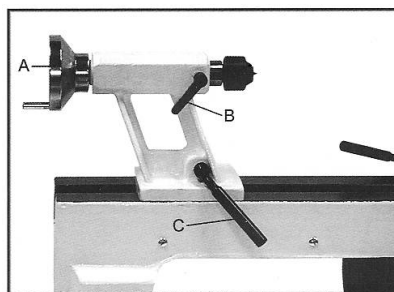

Fig 11
Tourner le volant (A, Fig 11) dans le sens des aiguilles d'une montre pour sortir le fourreau et bloquer la manette (B).